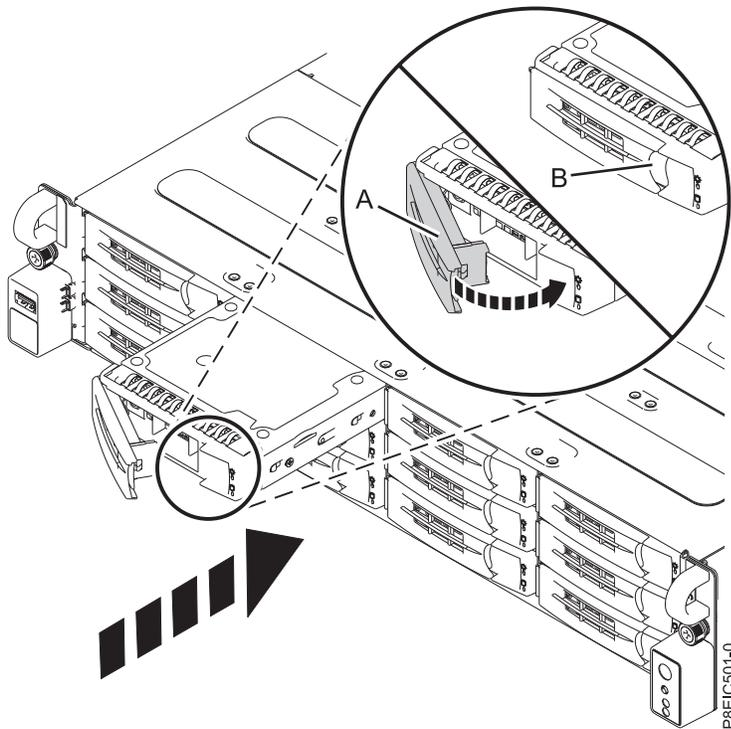

Abbildung 6. Griff für die Laufwerkhalterung einrasten lassen
- Halten Sie die Laufwerkhalterung an der Unterseite, wenn Sie sie positionieren. Schieben Sie die Laufwerkhalterung vollständig in das System. Schieben Sie sie so weit hinein, bis der Griff für die Laufwerkhalterung (A) beginnt, sich zu schließen. Drücken Sie den Griff anschließend so weit hinein, bis er einrastet (siehe Abb. 6).